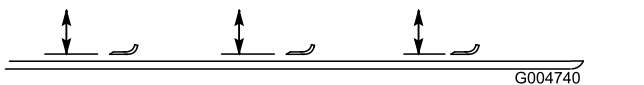

Figura 129
2. Rode a lâmina até que a extremidade fique virada para a frente e para trás e meça entre o interior da unidade de corte e a parte cortante na zona dianteira da lâmina (Figura 129).